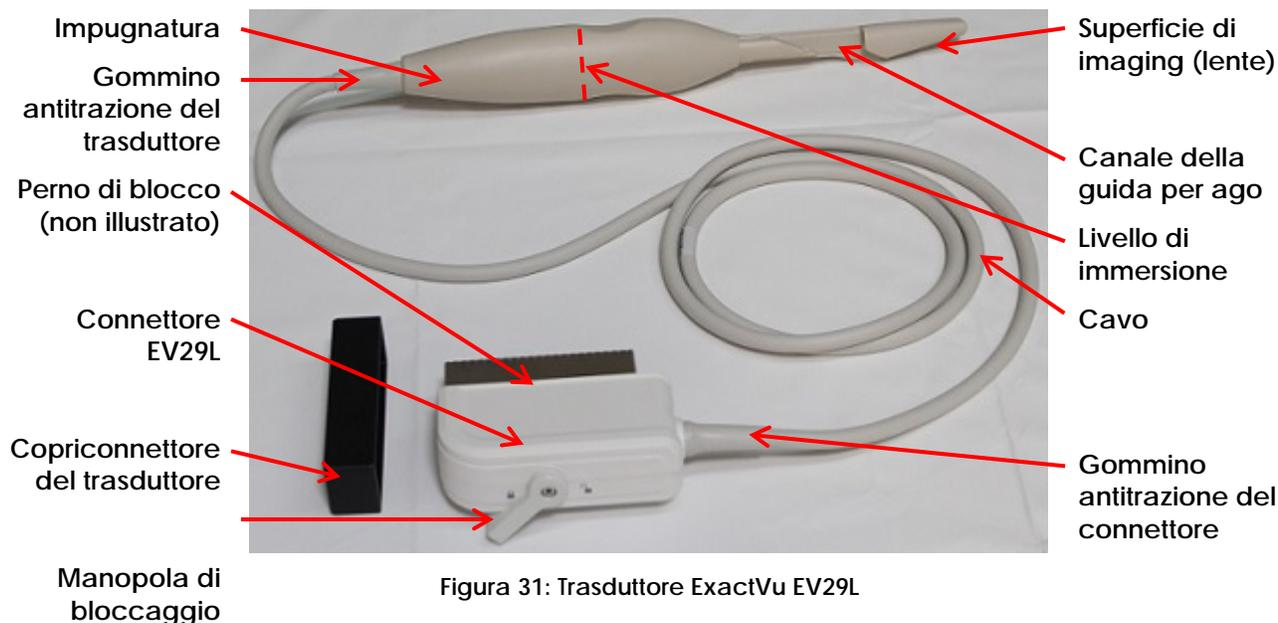

Figura 31: Trasduttore ExactVu EV29L
Questa procedura richiede il lavaggio, l'immersione e il risciacquo del trasduttore in varie soluzioni. In tutti i casi, il trasduttore deve essere esposto a livelli di soluzione pari a circa metà altezza dell'impugnatura (vedere *livello di immersione* nella Figura 31).
- Le parti del trasduttore EV29L che non entrano in contatto con la guaina durante una procedura TRUS o, in altre parole, la parte del trasduttore che si trova sopra il *livello di immersione* (vedere la Figura 31).
In questa procedura, *sopra* il livello di immersione significa nella direzione *opposta* a quella della superficie di imaging (vedere la Figura 31).
- Le parti del trasduttore EV29L che entrano in contatto con la guaina durante una procedura TRUS o, in altre parole, la parte del trasduttore che si trova in corrispondenza o sotto il *livello di immersione* (vedere la Figura 31). Per le parti al di sopra del *livello di immersione* (incluso il cavo), consultare la sezione 2.2.
- Riempire il *contenitore del detergente* con un volume di soluzione detergente sufficiente a immergere il trasduttore EV29L fino al *livello di immersione* indicato nella Figura 31.
- Immergere il trasduttore EV29L nella soluzione detergente fino al *livello di immersione* indicato nella Figura 31.
- Riempire il *contenitore per la disinfezione ad alto livello* con un volume di disinfettante ad alto livello sufficiente a immergere il trasduttore EV29L fino al *livello di immersione* indicato nella Figura 31.
- Immergere il trasduttore EV29L nel disinfettante ad alto livello fino al *livello di immersione* indicato nella Figura 31.